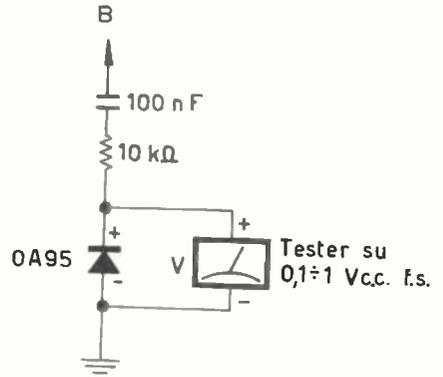

figura 2
8) Lasciando il carico esterno, provate ora a togliere C_2 . Quasi sicuramente la tensione d'uscita si abbasserà e insorgeranno oscillazioni su collettore di Q_1 , rilevabili col circuito di figura 2. Sostituite il valore iniziale di $10 \mu F$ con valori via via decrescenti, finché non riuscirete più a bloccare le oscillazioni che nasceranno. Assegnate stabilmente a C_2 il minimo valore con cui ancora riuscite ad annullare completamente le oscillazioni. Io ho trovato $1 \mu F$.